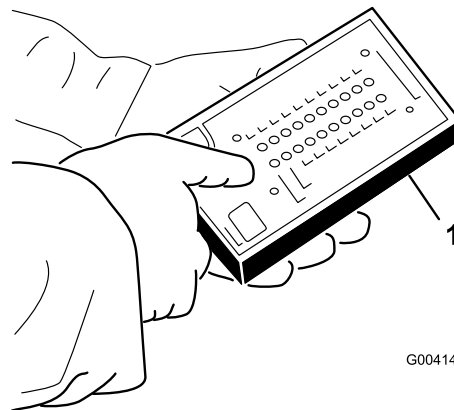

Figura 42
3. Conecte el conector de la pantalla diagnóstica ACE al conector del arnés (Figura 42). Asegúrese de que la plantilla correcta está colocada en la pantalla diagnóstica ACE.